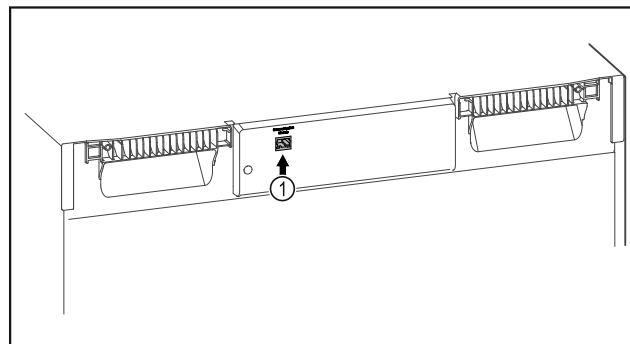

Fig. 130
- SmartModule Fig. 130 (1) ist eingesetzt.